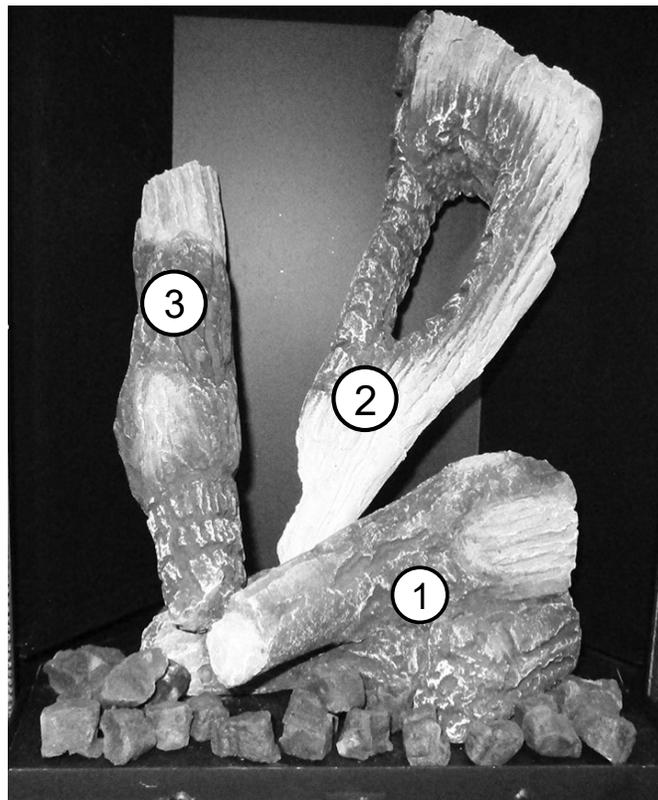
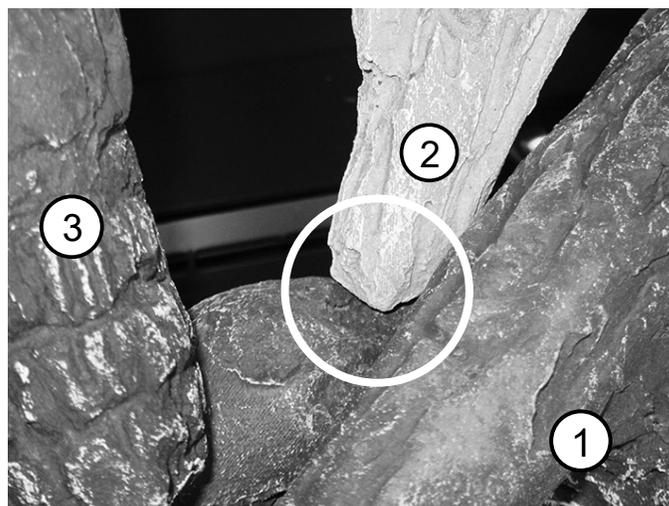

Figure 12.1. Jeu de bûches complètement installé
Figure 12.2. Posez l'extrémité de la bûche droite dans la petite cavité de la bûche de base.
- 1. Bûche de base:** Enfoncez les trous du dessous de la bûche de base (1) sur les tiges de la base du brûleur.
- 2. Bûche droite:** Posez l'extrémité de la bûche droite (2) dans la petite cavité de la bûche de base, tel que montré à la fig. 12.2. Appuyez l'extrémité supérieure de cette bûche contre le coin arrière de la chambre de combustion, tel que montré à la fig. 12.1.
- 3. Bûches gauche:** Posez l'extrémité carbonisée de la bûche gauche (3) sur la bûche de base et appuyez-la contre le coin arrière de la chambre de combustion. Voir fig. 12.1 et 12.2.